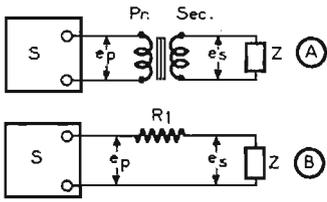

Fig. 8
E_c et celle de la source S a une valeur e_p , il est évident que dans la plupart des cas il ne sera pas possible de traiter directement le signal à la tension alternative e_p pour obtenir la tension continue E_c , d'autant plus que e_p peut prendre des valeurs différentes selon le secteur sur lequel on branche l'appareil électronique par l'intermédiaire de son alimentation. Il est donc nécessaire de modifier e_p à l'aide d'un transformateur ou d'une résistance comme on le voit sur la figure 8. En (A) on indique le montage à transformateur. La tension e_p étant appliquée au primaire P on obtient aux bornes du secondaire S, une tension e_s , en général différente de e_p . La valeur de e_s en fonction de e_p dépend du rapport de transformation ρ du transformateur.
Revenons à la figure 8 en considérant la transformation de e_p en e_s à l'aide d'une résistance R_1 .
La valeur de R_1 de la figure 8 (B) est, dans ce cas :
Si l'on adopte la solution du transformateur, on choisira un modèle comme celui de la figure 8 (A) dont le primaire sera adapté au secteur de 120 V et le secondaire, réalisé pour donner 10 V sous 5 A.
Considérons le montage (A) et le montage (B) de la figure 8. L'utilisation est représentée comme un circuit Z qui peut être une résistance pure R ou un dispositif électrique dont l'équivalent est à peu de chose près, une résistance R. On peut la calculer aisément. Supposons en effet, que l'utilisation soit un appareil électronique ou électrique absolument quelconque, consommant i_u ampères sous e_u volts.
Sa résistance équivalente est $R = e_u/i_u \Omega$. Exemple : un appareil TV nécessite par exemple 110 V sous 0,25 A donc $R = 110/0,25 = 440$. Le circuit (B) figure 8 se caractérisera par $e_s = e_u$ et $i_s = i_u$ donc connaissant les caractéristiques de consommation d'un appareil quelconque i_u et e_u on pourra en déduire celles d'un transformateur modificateur du signal alternatif.